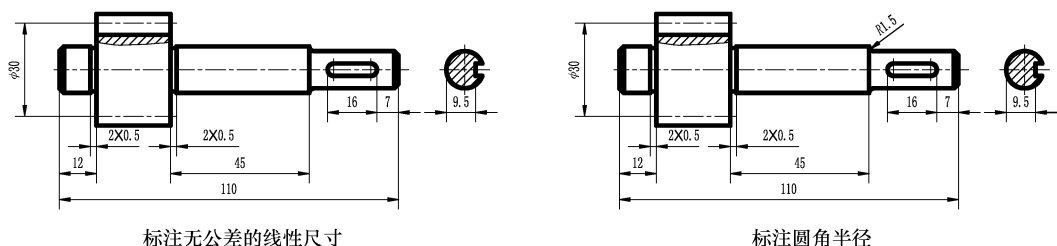

图 12-11 标注无公差的尺寸
- Step 4** 半径标注：调用“标注”工具栏的“半径”命令，标注主视图的圆角半径 $R 1.5$ 。标注无公差的尺寸，如图 12-11 所示。